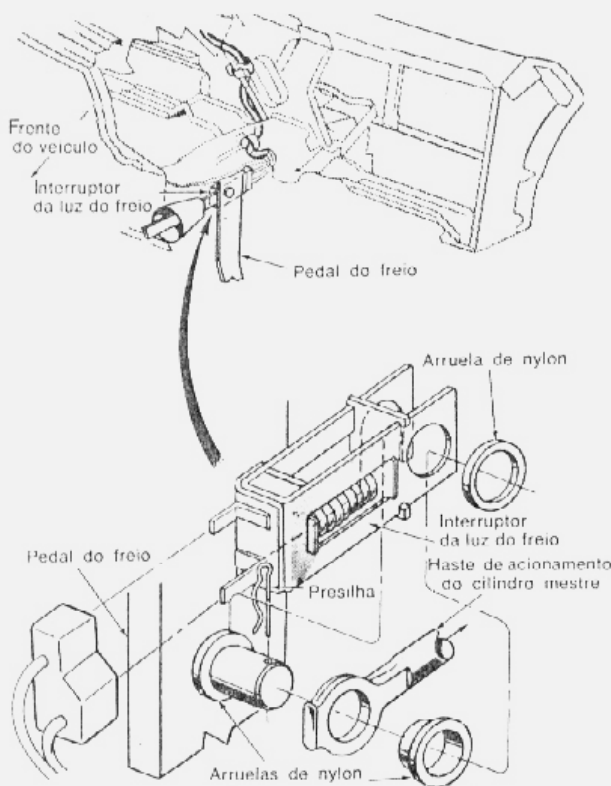

fig. 10 — instalação do interruptor das luzes do freio
- Posicionar, no pino, o interruptor, a vareta, a bucha e as arruelas, como mostra a fig. 10, e instalar o grampo fixador.